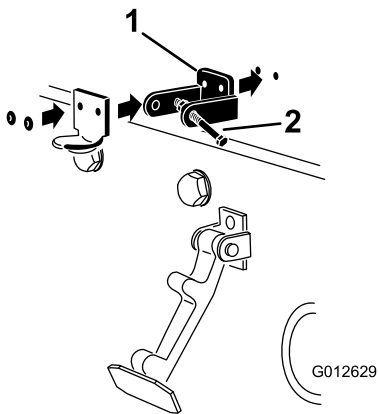

Figure 9
4. Alignez les trous de montage et positionnez le support de loquet CE et le support de loquet du capot sur le capot (Figure 9).
6. Rivez les supports et les rondelles sur le capot (Figure 9).